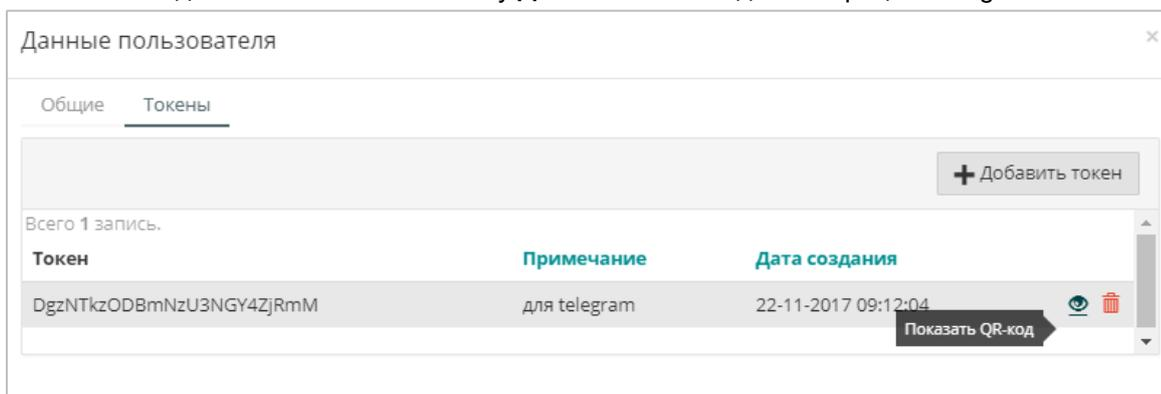

Рисунок 17.2 – Добавление telegram-токена
5. Нажать на кнопку **Токены**, после этого – на появившуюся кнопку **Регистрация нового токена**. Ввести токен или отправьте изображение его **QR-кода** (см. рисунок 17.2).